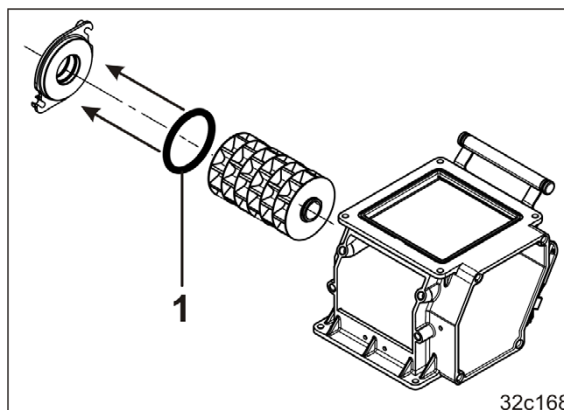

Fig. 232
-  Lagerlokket har en O-ring (Fig. 232/1). Kontroller O-ringens for skade og skift den ut om nødvendig.